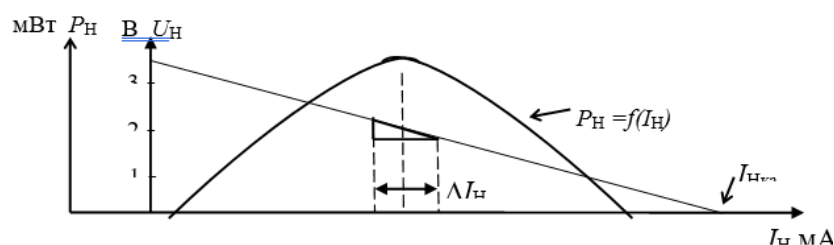

Рис. 3. Примерный вид характеристик
– Определите изменения тока ΔI_H и напряжения ΔU_H рисунок 3.
Определите выходное сопротивление источника $R_{II} = \Delta U_H / \Delta I_H$ рисунок 3.